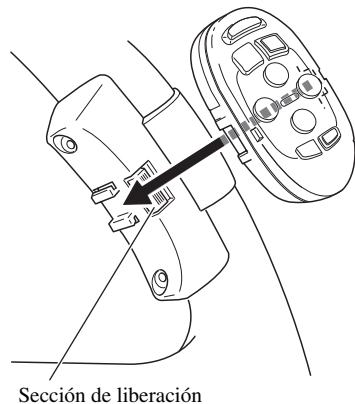

Fig. 10
4. Instale la unidad de control remoto en el sujetador. (Fig. 10)